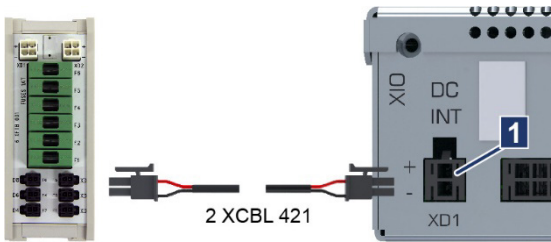

Abb. 6-5: Spannungsversorgung *DC INT*
- GEFAHR!** Elektrischer Strom! Sicherstellen, dass die Versorgungsleitungen spannungsfrei sind. Spannungsversorgungskabel 2 XCBL 421 in Buchse **XD1 (DC INT)** und am Sicherungsblock XFTB in eine der Buchsen **XD3 bis XD8** stecken (→ Abb. 6-5/1).